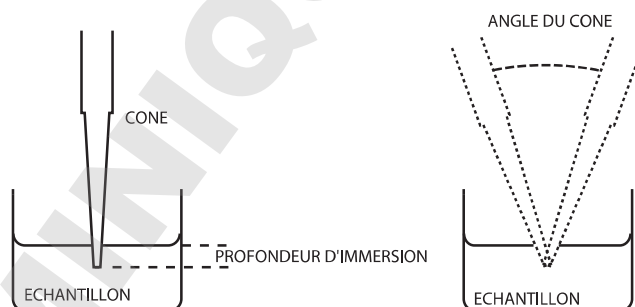

Figure 6 : Profondeur d'immersion et angle du cône
La profondeur d'immersion des cônes est essentielle ; n'allez pas au-delà, sous peine d'obtenir une mesure de volume inexacte ou en dehors de la plage spécifiée. L'angle du cône est également important : la pipette doit toujours être utilisée dans une position verticale ou à 20 degrés d'inclinaison maximum. Voir la figure 6 plus bas.
- de garder une profondeur d'immersion homogène. Voir la figure 6.